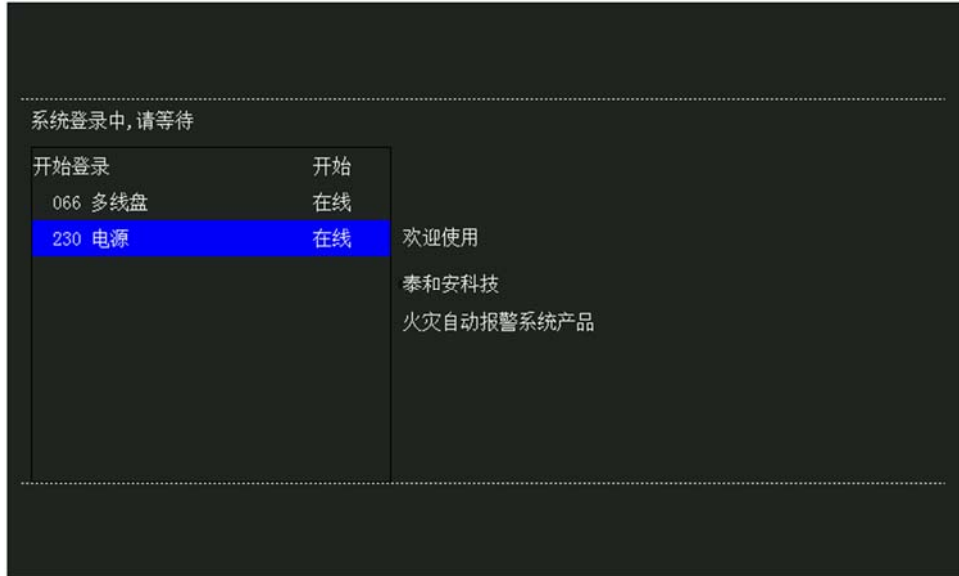

图 3-3 全部注册
- 若选择“全部注册”选项，系统进入全部注册界面，如图 3-3 所示，注册完成后进入自检状态。